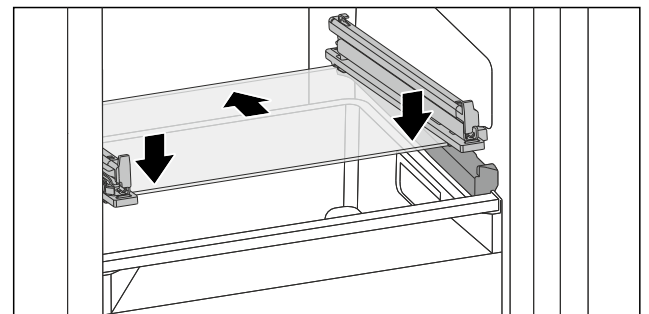

Fig. 121 Ripiano in vetro del cassetto ribaltabile
- Applicare il ripiano in vetro obliquamente dietro i fermi. (vedere Fig. 121)